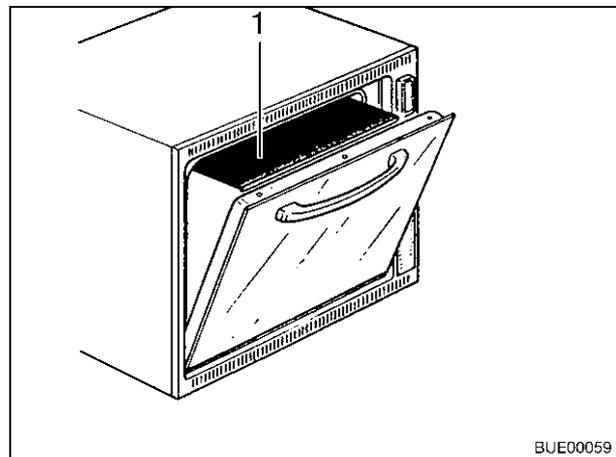

Bild 115 Hitzeschutzplatte
- Die Hitzeschutzplatte (Bild 115,1) herausziehen.